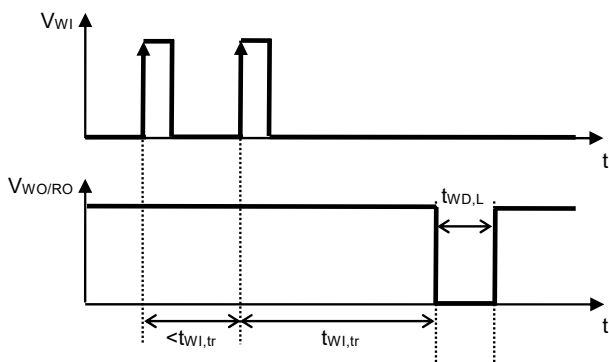

図8 ウォッチドッグトリガ時間
- *1. ウォッチドッグタイマがタイムアウトまたはダブルパルスを検出した後、WO / RO端子が "L" を継続する時間 (図8参照)。この値は C_{DLY} で変更可能です。
- *2. ウォッチドッグタイマがトリガ信号の検出を開始してから、タイムアウトが検出されWO / RO端子出力が "L" に変化するまでの時間 (図8参照)。この値は C_{DLY} で変更可能です。